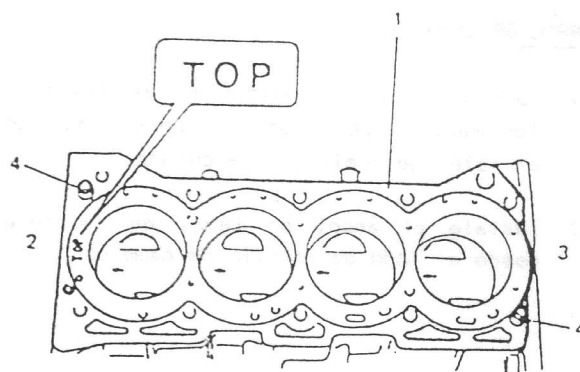

Fig. 3-6-33 Instalación de la junta de culata
- 7) Verifique que los pasadores de posicionamiento (4) estén correctamente colocados e instale una nueva junta de culata de la manera ilustrada en la Fig. 3-6-33, es decir, de manera que la marca "TOP" provista en la junta quede orientada hacia arriba (hacia el lado de la culata) y del lado de la polea de cigüeñal.